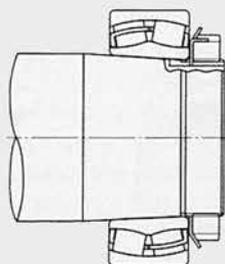
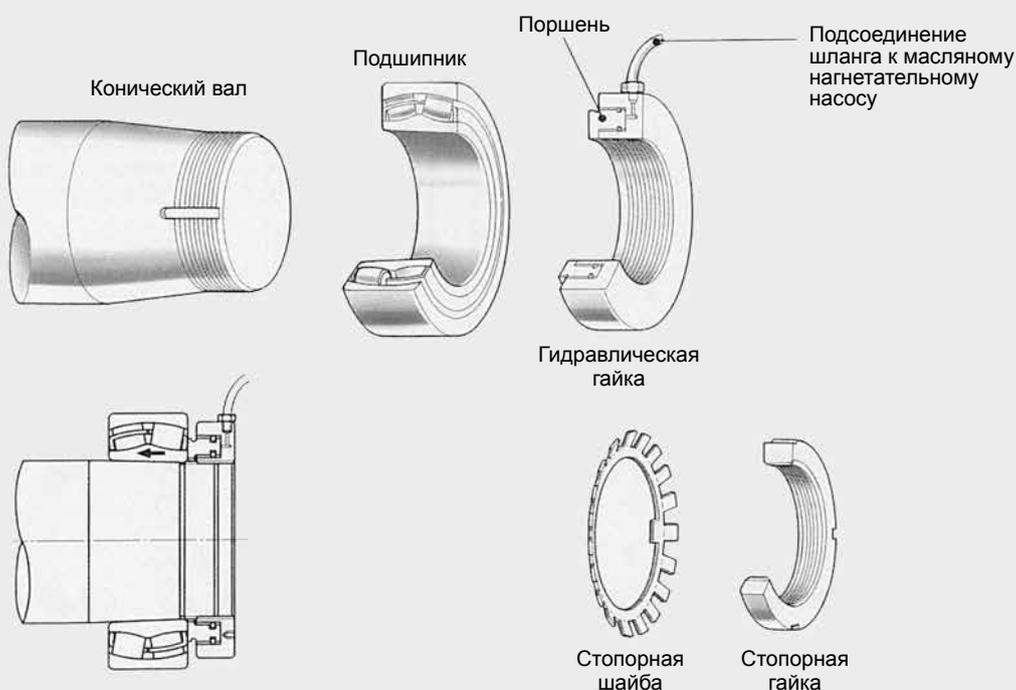

Рис. 6.25 Вид в собранном состоянии
Рис. 6.26 Способ применения гидравлической гайки
- 2) Способ гидравлической гайки (Рис. 6.25 и Рис. 6.26)